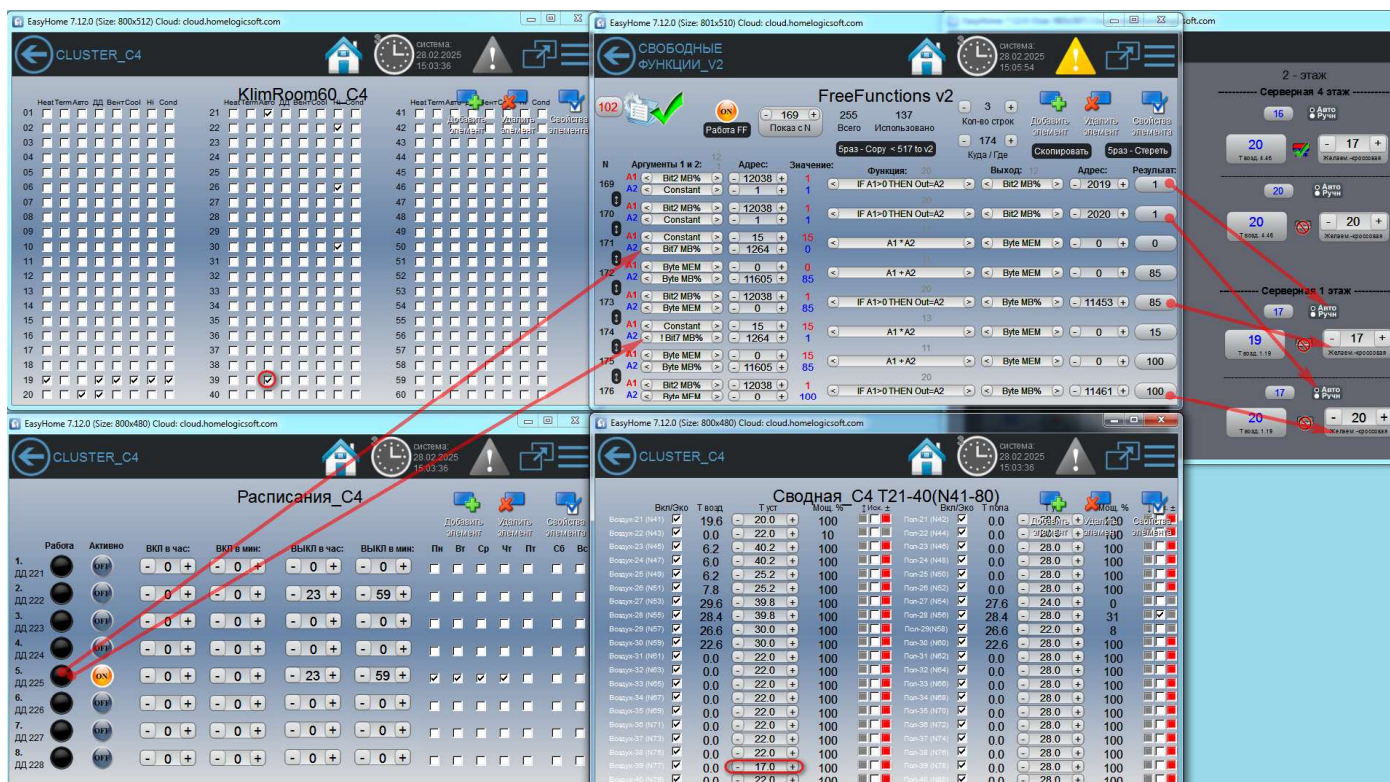

Рисунок 12 – Взаимосвязь функции АВТО для кондиционеров кроссовой 1го этажа.
- Функция АВТО для кондиционеров кроссовых:** Основной кондиционер определяется по сигналу Работа от Расписания5_C3 для кроссовых 2го, 3го и 4го этажей и по сигналу Работа от Расписания5_C4 для кроссовой 1го этажа. Для Резервного кондиционера по Расписанию5 ставится уставка на +3С выше от желаемой (желаемая для функции АВТО выставляется в термостатах Туст_C3-40,41,42 и Туст_C4-39). И если температура поддерживается нормально с помощью Основного кондиционера, то Резервный кондиционер автоматически выключается. Если температура не может поддерживаться Основным и температура вырастает на +3С больше, то Резервный подхватывает работу на охлаждение (рисунок 12).